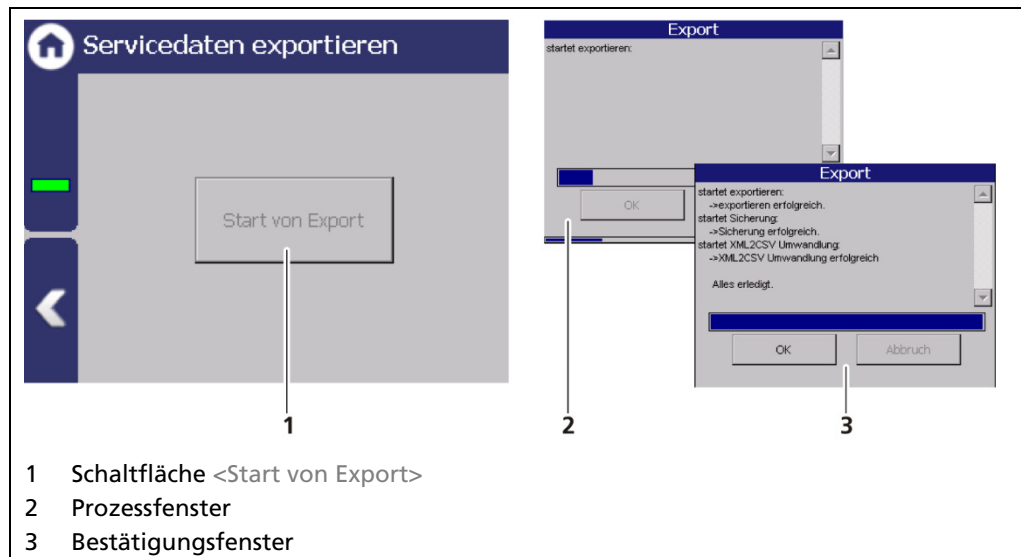

Abb. 113 Servicedaten exportieren
1. Klicken Sie ggf. auf <Stop>. Klicken Sie auf das Eingabefeld „Logintervall“ (Abb. 113, Pos. 3) und geben Sie ein Intervall ein.
2. Starten Sie den Netzwerk Datenlog mit der Schaltfläche <Start> (Abb. 113, Pos. 1).